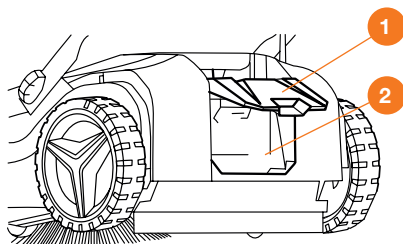

Рис. 7
- Откройте крышку ① отсека аккумулятора на задней части корпуса подметальной машины (Рис. 7).
- Вставьте аккумулятор в отсек ② до щелчка.
- Закройте крышку ① аккумуляторного отсека.